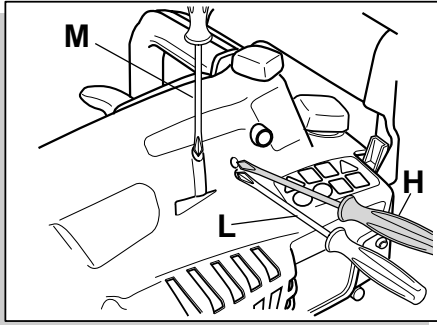

fig. 9
- Anbring saven på jorden. Tag fat i det forreste håndtag M med venstre hånd, tag i starthåndtaget med (omdr./min) højre hånd, og træk godt til nogle gange, indtil motoren begynder at starte (fig. 9).